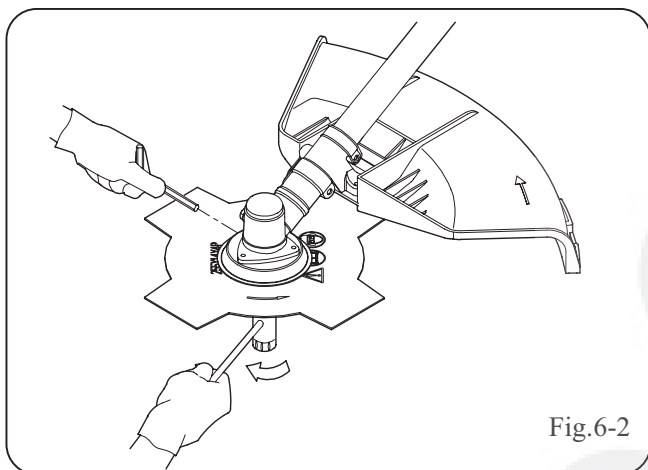

Fig.6-2
- a) Supporto del disco (B) con anello (A) di centraggio
- b) Disco (B) con scritta e freccia direzionale rivolte verso l'alto
- c) Rondella fissaggio disco (C)
- d) Coppa di appoggio (D)
- e) Dado fissaggio disco (E) (Fig. 6-2)
- c) E' obbligatorio usare la rondella fissaggio disco (C) quando si utilizza la testina a filo modello NV.
- d) Dado fissaggio disco (D) (Fig. 6-2)